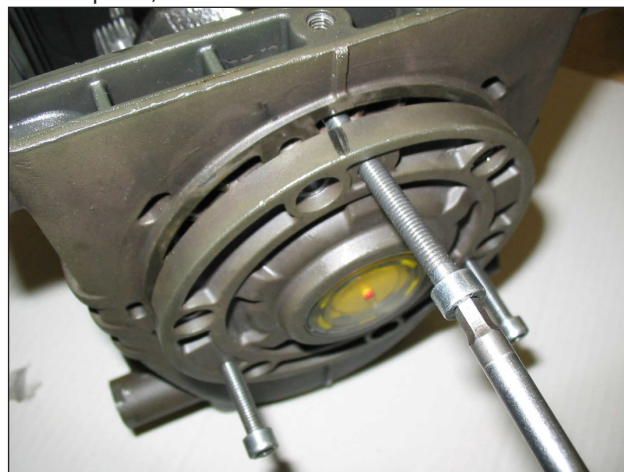

Рис. 3
- боковые крышки, используя для снятия 3 винта М6х50 с полной резьбой путем ввинчивания их в резьбовые отверстия, как показано на Рис. 3.